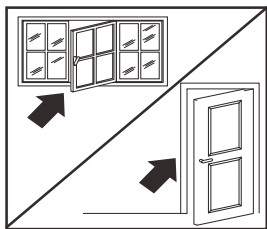

Рис. 24
1. Закройте окна и двери в помещении с кондиционером (рис. 24). При установке прибора на длительный период времени, следует оставить входную дверь слегка приоткрытой (на 1 см), чтобы обеспечить правильную воздушную вентиляцию.